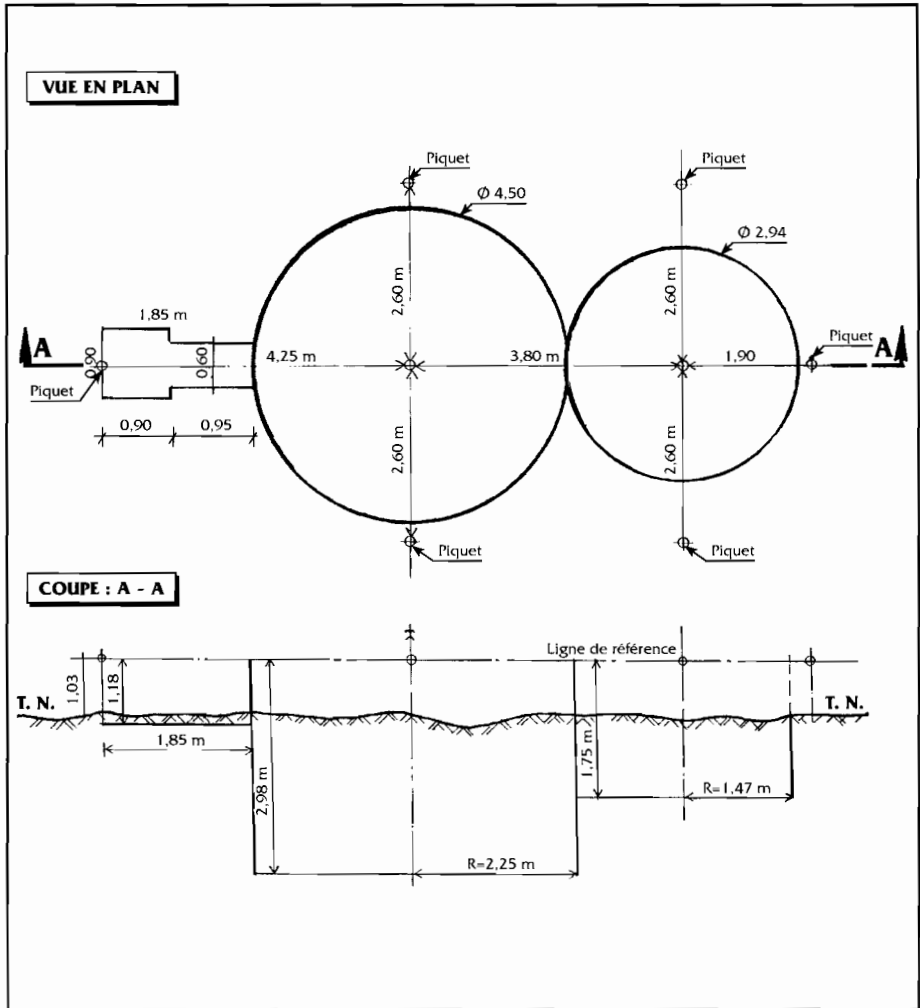

Figure 6 :
5.15 / Creuser le sol sur 27 cm au bord du cercle et sur 1,12m au centre. A 1m du centre, la profondeur d'excavation est de 0,94m. FIG.6.